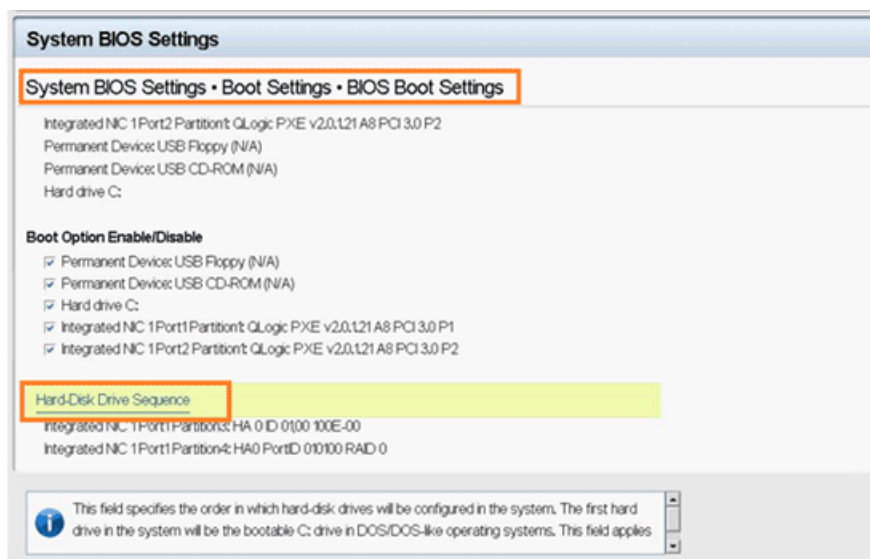

Abbildung 5-34. Auswahl der iSCSI-Startfolge
2. Wählen Sie **System BIOS Settings** (BIOS-Systemeinstellungen) aus, dann **Boot Settings** (Starteinstellungen), anschließend **BIOS Boot Settings** (BIOS-Starteinstellungen) und wählen Sie dann **Hard-Disk Drive Sequence** (Festplattenlaufwerksequenz) aus, wie in Abbildung 5-34 dargestellt.